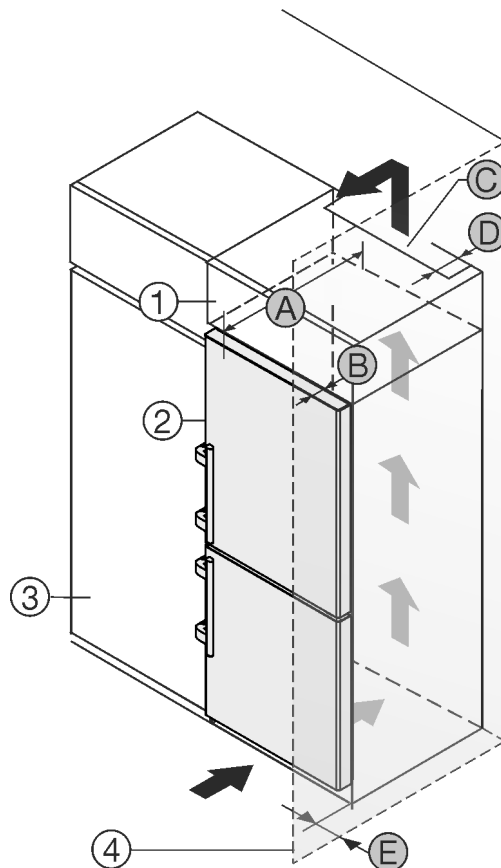

Fig. 2
A készülék közvetlenül a konyhaszekrény Fig. 2 (3) mellé állítható.*
A rátétszekrény hátoldalán egy megadott mélységű Fig. 2 (D) szellőzőaknát kell kialakítani a rátétszekrény teljes szélességében.*
A mennyezett alatt be kell tartani a szellőző keresztmet-szetet Fig. 2 (C).*
Ha a készüléket a zsanérjaival a fal Fig. 2 (4) mellé állítja fel, legalább 57 mm távolságot kell tartani a faltól. Ez a fogantyú túlnyúlásának felel meg, amikor kinyitja az ajtót.*
Ahhoz, hogy az ajtót teljesen ki tudja nyitni, a készüléknek a konyhaszekrény elülső oldalához képest legalább az ajtó mélységének Fig. 2 (B) megfelelően ki kell állnia. A konyhaszekrények Fig. 2 (3) mélységétől és a fali távtartók használatától függően a készülék nagyobb mértékben is túllóghat előre felé.*